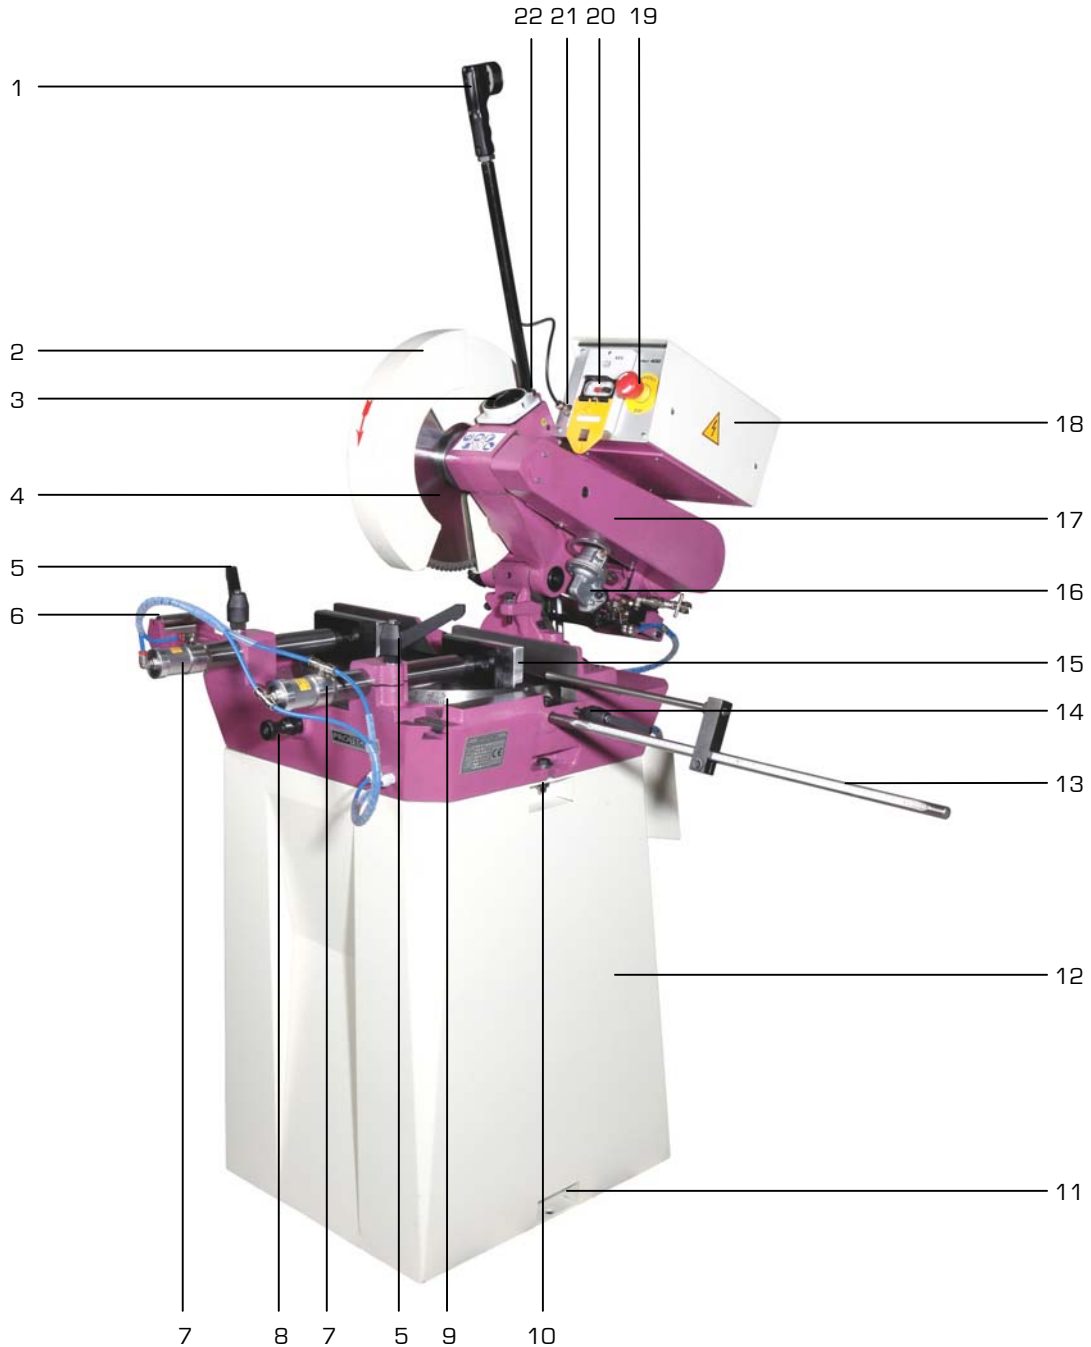

Figure 1
Pour soulever la tronçonneuse, se munir d'une cheville à œillet avec un filetage (M16 - portée maximum 400 kg). La visser dans le trou prévu pour fixer le bras de commande (22 fig.1) (voir figure ci-jointe).
Fixer la machine sur le socle au moyen des boulons de fixation (10 fig.1).
Fixer au sol (11 fig.1) en utilisant les vis appropriées enfoncées dans le béton.
Un pictogramme de sens de rotation de la lame est présent sur le carter de protection (2 fig.1).
- Visser la partie filetée du bras de commande dans le trou fileté (22 fig.1). Connecter la fiche du micro-contact de la poignée à gâchette à la prise se trouvant sur le boîtier électrique (21 fig.1).
- Visser la partie filetée de la butée de coupe (13 fig.1) dans son siège, puis la bloquer.
- Positionner le rouleau (6 fig.1) sur le bras porteur, puis régler l'ensemble en fonction du profilé à couper de façon à obtenir un niveau parfait.